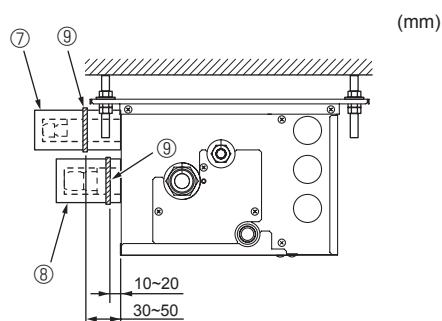

Fig. 7-5
⑥ Band ⑨
⑦ Rörskydd ③ ④ ⑤ ⑥
⑧ Dra åt
⑩ Köldmedelsrör
⑪ Värmeisolering för köldmedelsrör
► Gör på följande sätt för de delar av avgreningsdosan som ej är anslutna till en inomhusenhet. (Fig. 7-5)
- (1) För att förhindra läckage av köldmedel, dra åt de flänsade muttrarna till angivet vridmoment\* enligt tabell 3.